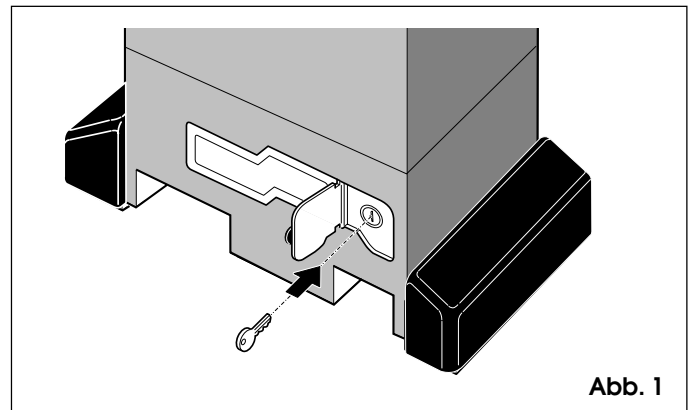

Abb. 1
Um Zugang zum Tank zu erlangen, muß für kurze Zeit der Ölfüllstopfen abgenommen werden (Abb. 1 Bezug 8).
- 1) Die Schutzklappe öffnen und den entsprechenden mitgelieferten Schlüssel in das Schloß stecken (Abb.1).